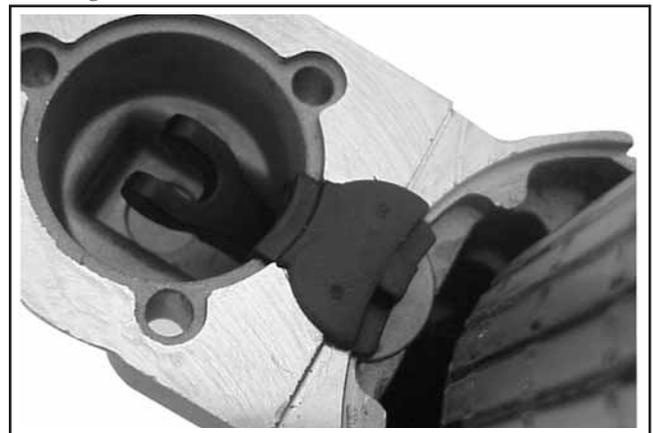

Figura 8-48. Instalar a Anilha de Reforço e o Passa-fios.
7. Instale a anilha de reforço seguida do passa-fios de borracha, no recesso correspondente da tampa terminal do accionamento. Os recessos moldados no passa-fios têm que estar **fora**, combinados e alinhados com os da tampa terminal. Consulte a Figura 8-48.